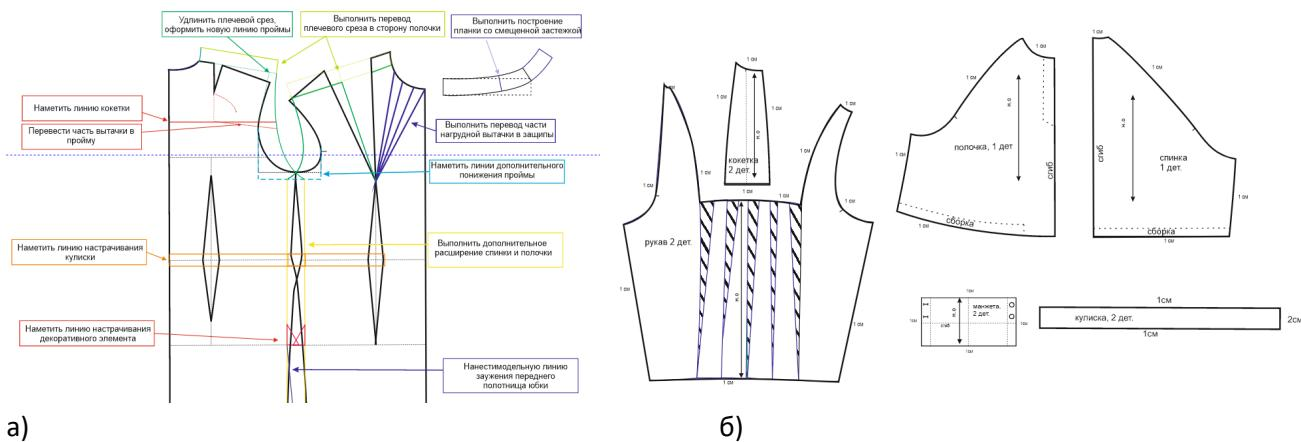

Рисунок 1 – пример оформления листа задания:
2. Используя графический редактор для конструирования и моделирования швейных изделий, в соответствии с эскизом и описанием, нанесите новые фасонные линии на копию базового чертежа конструкции блузы и брюк на размер 42-44, соблюдая пропорции. Нанесите необходимые комментарии *по аналогии с ручным моделированием* (к примеру: закрыть вытачку) на изображения копии базового чертежа и представьте этот лист членам жюри в виде скриншота экрана и файла, сохраненного в указанную папку (рис. 1-а).
3. Выполните копии основных деталей на листе и построение дополнительных деталей кроя, проведите моделирование, при необходимости оформите новые линии деталей, результаты представьте жюри в виде скриншота экрана и файла, сохраненного в указанную папку (рис. 1-б).